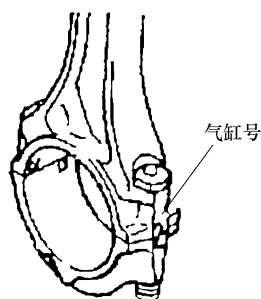

图 2-112 在连杆大端侧面标上气缸号
(1) 拆卸连杆盖
① 如图 2-112 所示, 在连杆大端侧面标上气缸号, 以备正确组装。